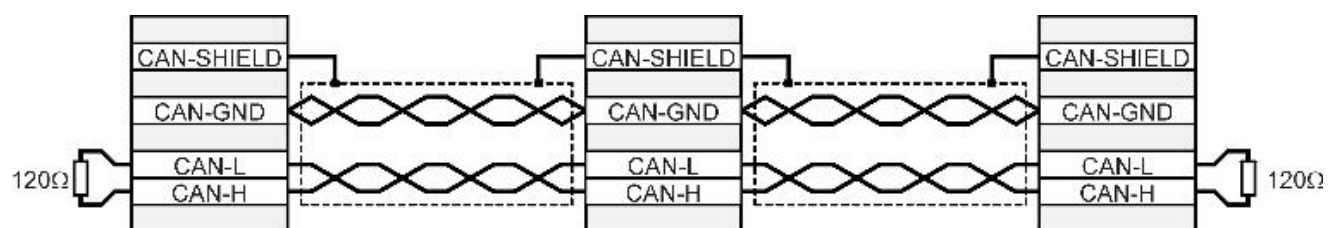

Abbildung 46: Verdrahtungsvorschlag CAN-Bus
- ❖ Die einzelnen Knoten des Netzwerkes werden grundsätzlich linienförmig miteinander verbunden, so dass das CAN-Kabel von Regler zu Regler durchgeschleift wird – siehe Abbildung 46.